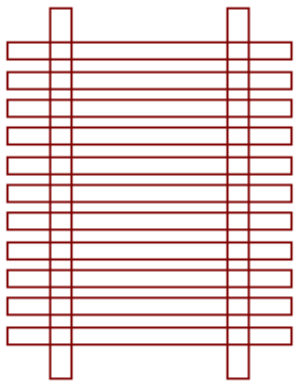

图 16.18 完成的竖直放置花架
(5) 在绘图区的空白处绘制花架。使用【矩形】命令绘制一个 2000×120 的矩形。然后将矩形沿垂直方向阵列 11 个，行间距为 200。
(6) 绘制横梁。以左下角点为基点，绘制一个 150×2600 的矩形。
(7) 以相对坐标 “@300, -240” 移动矩形，然后以 1250 的距离向右复制横梁，完成的竖直放置花架如图 16.18 所示。